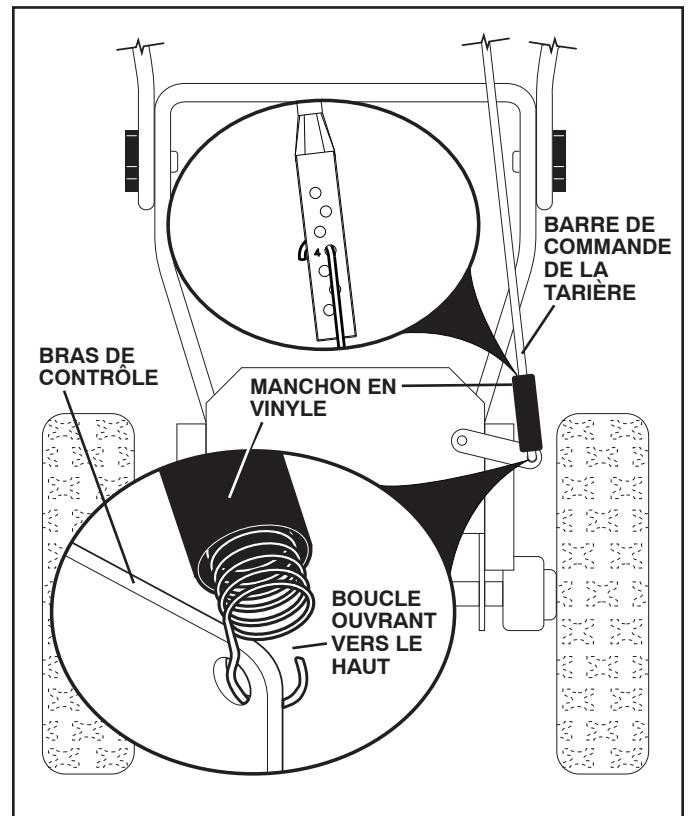

FIG. 5
INSTALLER LA BARRE DE COMMANDE DE LA TARIÈRE (Voir les Figs. 5 et 6)
1. Sortir le manchon en vinyle et le ressort du sac de pièces. Sortir du carton, la tige de commande de la tarière du plateau de goulotte. Glisser l'extrémité de tige tout droit dans le petit trou du manchon en vinyle. Utilisation de l'extrémité au long crochet du ressort, accrocher le ressort dans le trou numéro 4 de la tige. (Voir Fig. 5).
2. Accrocher l'extrémité du ressort dans le bras de commande avec la boucle ouverte comme illustré. (Voir Fig. 5)